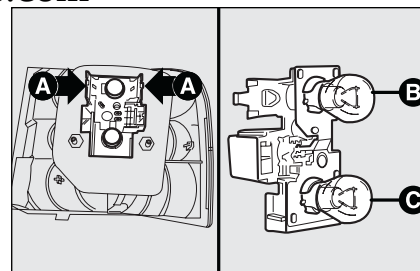

fig. 38
- ☐ presione hacia el interior las aletas laterales **A**-fig. 38 de fijación del portalámparas para sacarlo de su alojamiento;